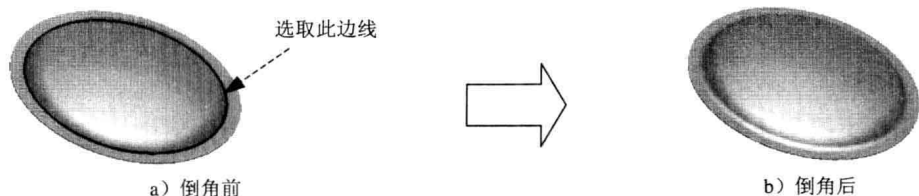

图 1.12 创建圆角特征 1
(5) 在系统提示下，键入钣金壁厚值 1.0，并按回车键。
(6) 定义特征的旋转角度。在 **REV TO (REV TO)** 菜单中选择 **360 (360)** → **Done (完成)** 命令。
(7) 在信息对话框下部单击 **预览** 按钮，预览所创建的旋转特征；然后单击 **确定** 按钮，完成旋转特征的创建。
Step3. 创建图 1.12 所示的圆角特征 1，圆角半径值为 5.0。